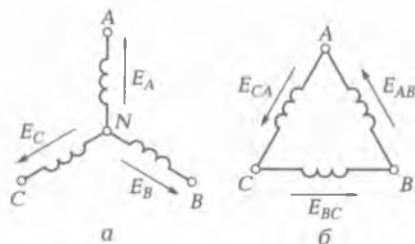

Рис. 4.14. Схемы соединения фаз генератора:
**Схемы соединения обмоток трехфазного генератора.** При соединении фаз генератора по схеме «звезда» (рис. 4.14, а) концы фаз объединяют в одну точку  $N$ , которая называется **нулевой**, или **нейтральной**. Нагрузку можно подключать к зажимам:  $N-A$ ;  $N-B$ ;  $N-C$  или  $A-B$ ;  $B-C$ ;  $C-A$ .
При соединении фаз источника по схеме «треугольник» нагрузку подключают к его вершинам (рис. 4.14, б). При этом линейные и фазные ЭДС и напряжения оказываются равными: